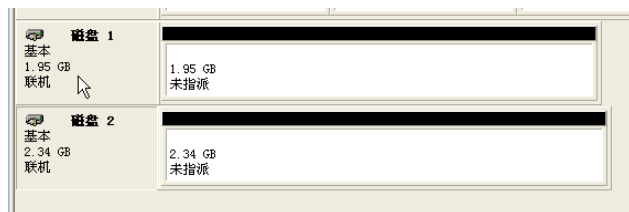

图 5-103 创建的磁盘
- (4) 在磁盘管理中查看创建的磁盘，如图 5-103 所示。